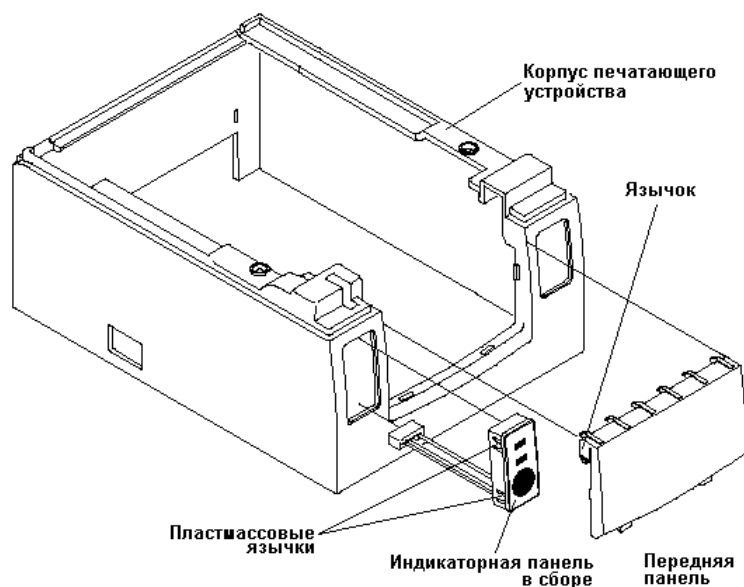

Рисунок 5 Дальнейшая разборка пластмассового корпуса
Дальнейшая разборка пластмассового корпуса (см. Рис. 5):
2. Переднюю панель можно снять, отогнув пластмассовые язычки на этой панели (см. Рис. 5) и выдавив наружу переднюю панель.